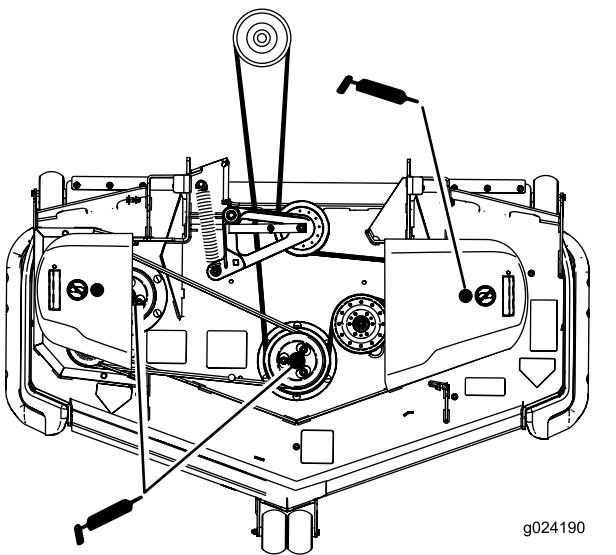

Bild 39
5. Fetten Sie den Drehzapfen der Mähwerkspannscheibe ein, bis Fett unten austritt (Bild 39).
6. Fetten Sie die drei Spindellager ein, bis das Fett aus den unteren Dichtungen austritt (Bild 39).
- Fetten Sie den Spannarm des Treibriemens ein (Bild 39).